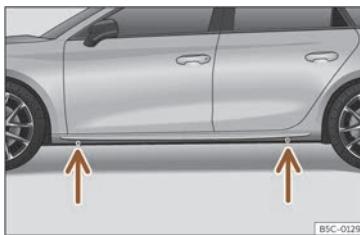

Fig. 249 Puntos de apoyo del gato.
- Busque en el larguero la marca del punto de apoyo del gato (zona hundida) más cercano a la rueda a cambiar >>> fig. 249.